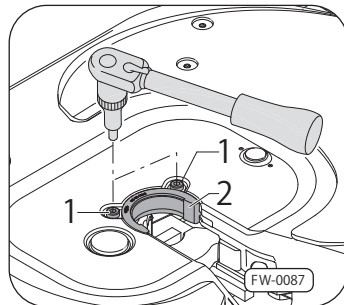

図19 磨耗リングの交換
1. ネジを緩めて、ネジ (2x) を処分して下さい。図19の部品1参照